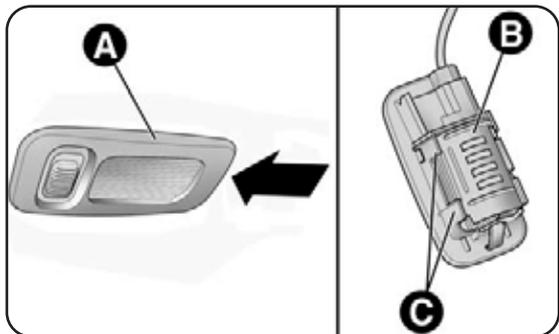

fig. 36
- baixar a aleta pára-sol e extrair o plafonier A-fig. 36 fazendo alavanca no ponto indicado da seta;